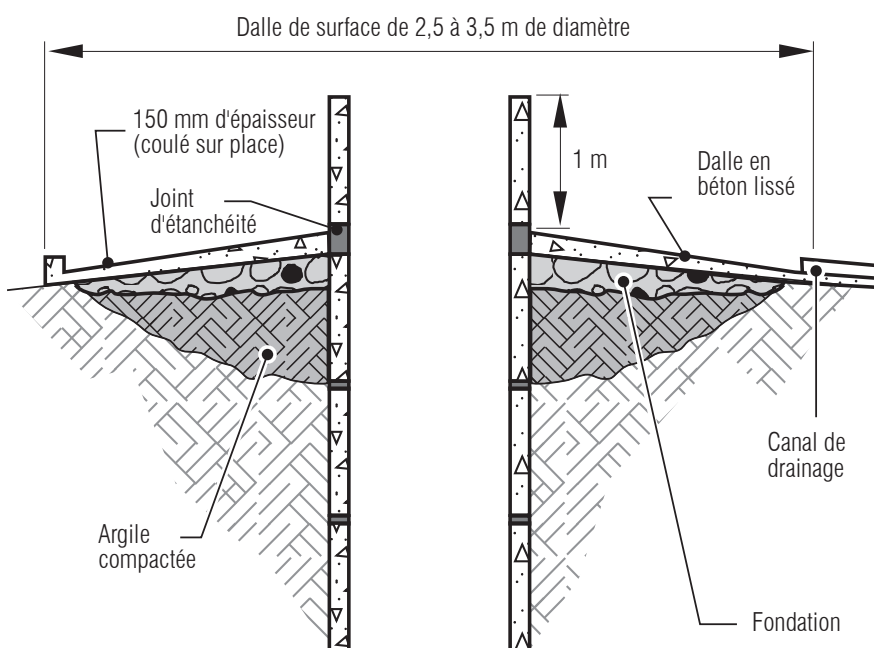

Figure 1.2. Etanchéifier la partie supérieure du puits
- Etanchéifier la partie supérieure du puits en utilisant un joint d'étanchéité en argile (Figure 1.2).